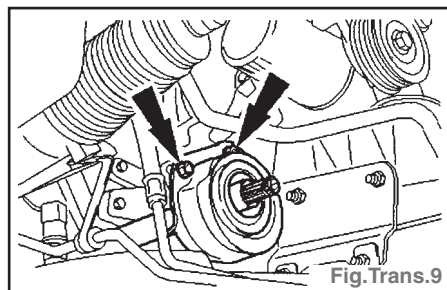
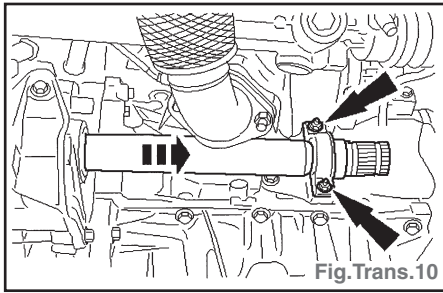

Fig. Trans.9
Fig. Trans. 10
- Déposer les écrous et le chapeau de palier central (moteur 2.5 : Fig. Trans.9 ; moteurs 1.8, 2.0 essence et 2.0 Diesel : Fig. Trans.10).